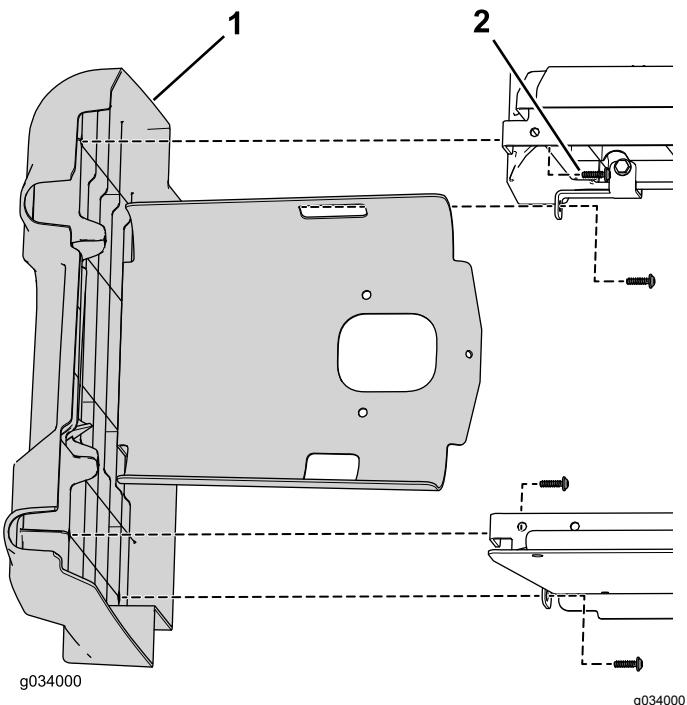

Figure 6
- Retirez les 4 vis qui fixent le panneau gauche à la partie inférieure de l'ensemble sièges (Figure 6).
4. Fixez le panneau gauche à l'aide des 4 vis retirées précédemment (Figure 6).